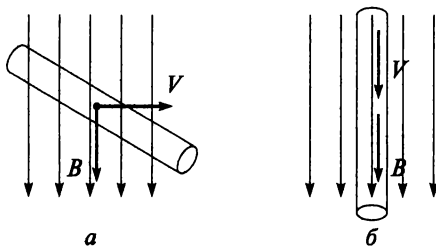
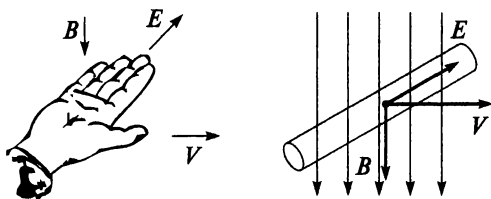

Рис. 5.2
Рис. 5.3
3. Укажите в каком проводнике будет наводиться ЭДС (рис. 5.2).
Из формулы (5.4) очевидно, что ЭДС равна нулю при $\alpha = 0$ (см. рис. 5.2, б) и максимальна при $\alpha = 90^\circ$ (рис. 5.3).
Направление ЭДС определяется по *правилу правой руки* (рис. 5.3): если ладонь расположить так, что магнитные линии входят в ладонь, отставленный большой палец направлен вдоль вектора скорости, то четыре пальца покажут направление ЭДС.